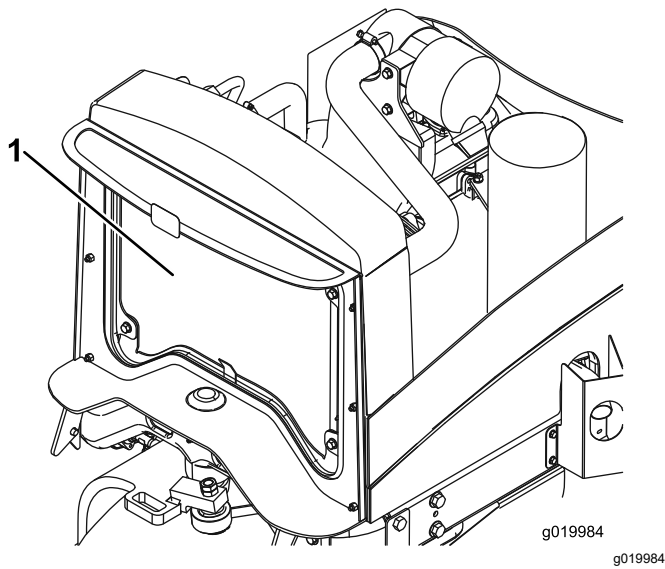

図 58
4. ラジエーターの裏表を圧縮空気で丁寧に清掃する(図 58)。